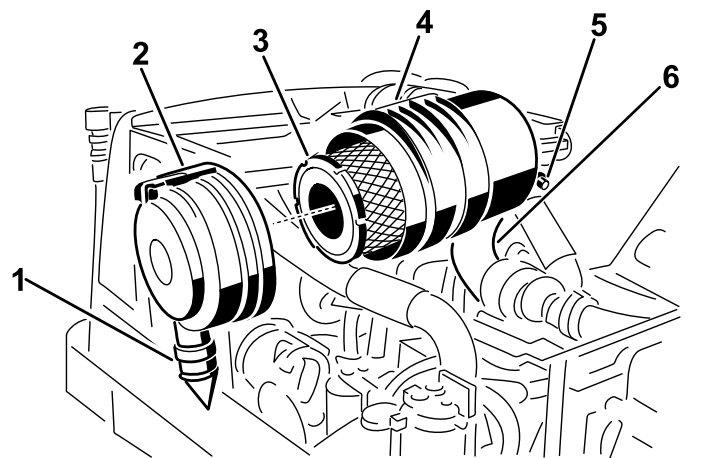

Figura 47
2. Îndepărtați filtrul primar (Figura 47).
3. Înlocuiți filtrul primar (Figura 47).
privită de la extremitate i fixai elementele de blocare (Figura 47).